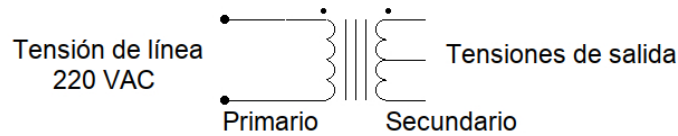

Figura 2: Transformador con punto medio.
5. Mediciones en corriente alterna (AC)
- Conectar a la tensión de red un transformador con punto medio como se indica en la Figura 2.